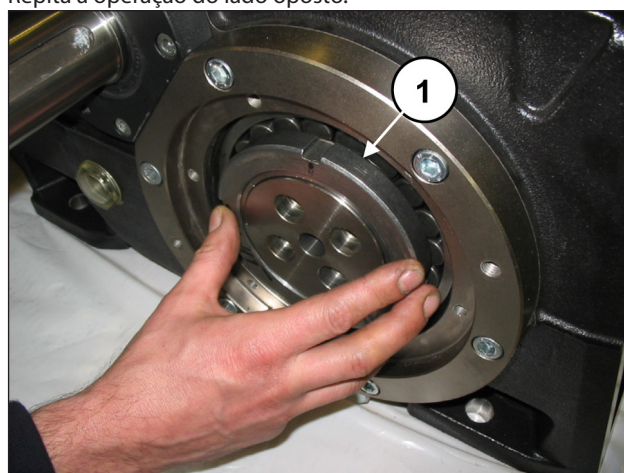
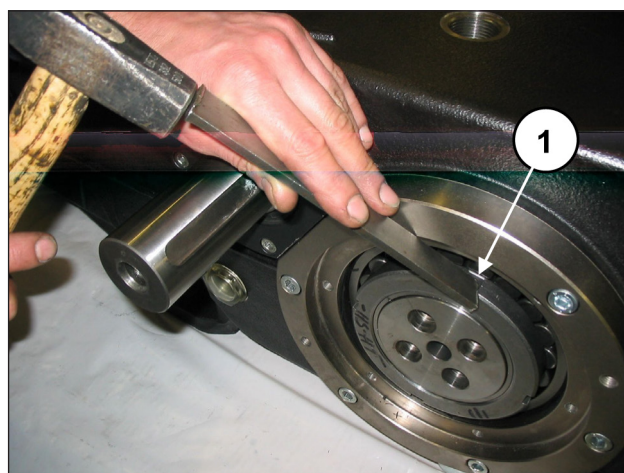

Fig. 15
Fig. 16
De um lado, aperte um anel do tipo SKF KM20 na bússola de pressão (pos. ①, Fig. 15), depois solte a bússola por meio de um martelo (pos. ①, Fig. 16), sem extraí-la. Repita a operação do lado oposto.